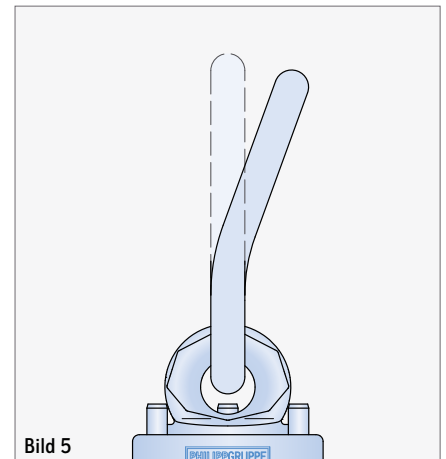

Bild 5
- » Verformung des Aufhängeglieds (Bild 5)